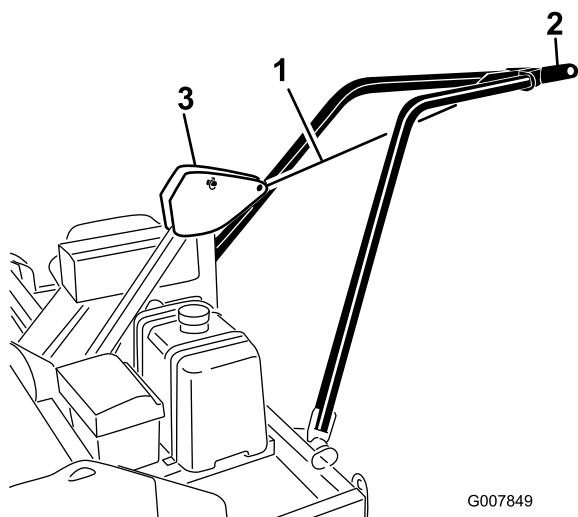

Figura 12
2. Utilizzando una fune da traino o una corda, fissare la piastra di fissaggio del braccio di traino al perno girevole di attacco del telaio sollevando contemporaneamente il braccio di traino per eseguire l'installazione (Figura 12).